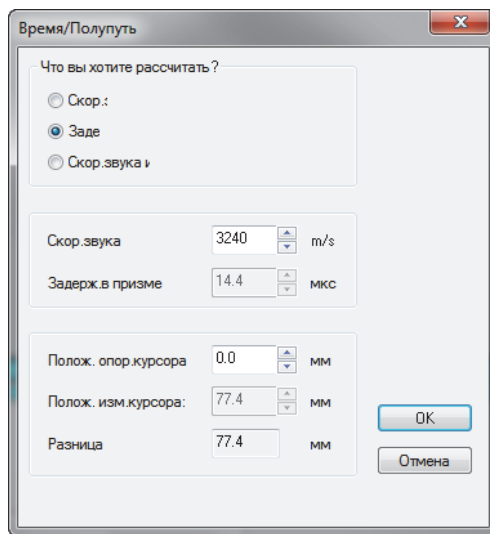

Рис. 4-26 Калибровка в диалоговом окне **Время/Полупуть**
7. В открывшемся диалоговом окне **Время/Полупуть** (Рис. 4-26 на стр. 128):